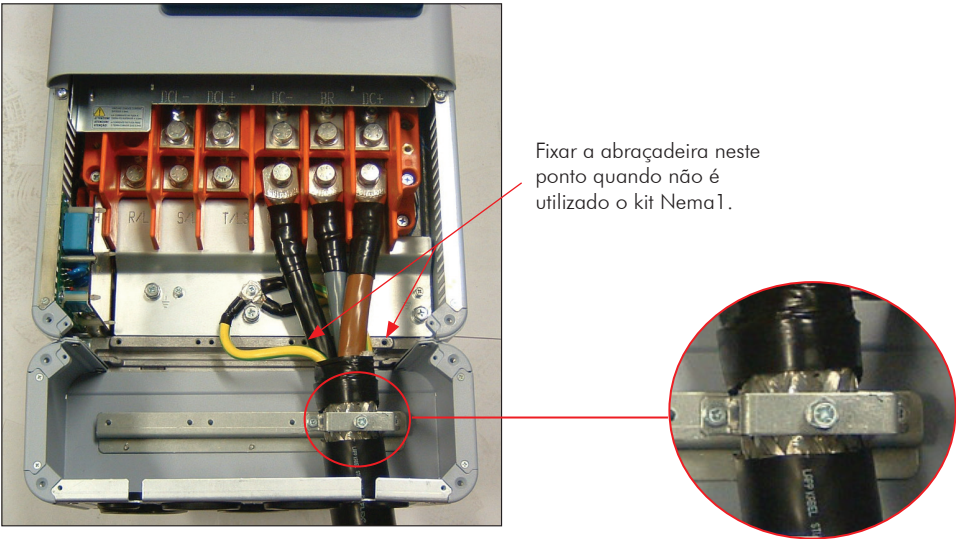

Figura 3.16 - Exemplo de conexão da blindagem do cabo do motor na parte inferior do kit NEMA1 fornecido com o produto
- (1) SCu = blindagem externa de cobre ou alumínio.
- (2) AFe = aço ou ferro galvanizado.
- (3) PE = condutor de terra.
- (4) A blindagem dos cabos deve ser aterrada em ambos os lados, inversor e motor. Devem ser feitas conexões de 360° para uma baixa impedância para altas frequências. Consulte figura 3.16.
- (5) Para a blindagem atuar como terra de proteção, esta deve ter pelo menos 50 % da condutibilidade dos condutores de fase. Caso contrário utilize condutor de terra adicional externamente ao cabo blindado, ficando a blindagem como proteção de EMC.
- (6) A condutibilidade da blindagem para altas frequências deve ser pelo menos 10 % da condutibilidade dos condutores de fase.
- ☑ Conexão da blindagem dos cabos do motor ao terra: fazer conexão de baixa impedância para altas frequências. Exemplo na figura 3.16. Nos inversores sem o kit Nema1 aterrar a blindagem do cabo do motor de modo similar fixando a abraçadeira na parte interna do inversor conforme figura 3.16.